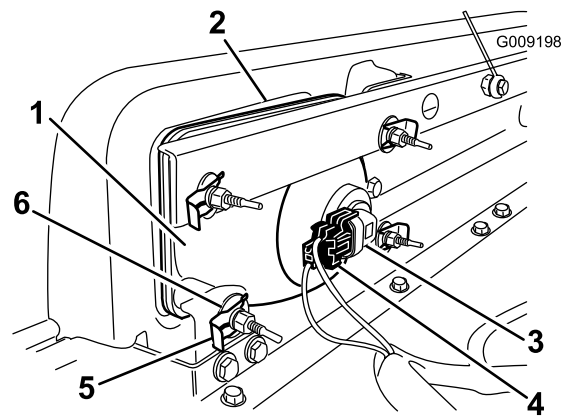

Bild 27
2. Schieben Sie den Scheinwerfer nach vorne durch die Öffnung in der vorderen Stoßstange und entfernen Sie ihn (Bild 27).
3. Setzen Sie den neuen Scheinwerfer durch die Öffnung in der Stoßstange ein (Bild 27). Achten Sie darauf, dass die Ausrichtungspfosten mit den Löchern in der Befestigungshalterung in der Stoßstange ausgefluchtet sind.